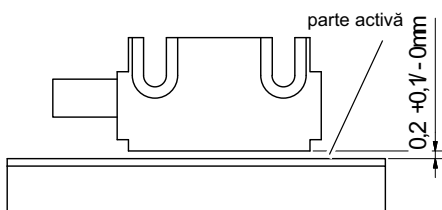
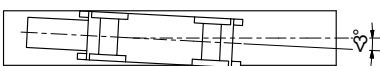

Fig. 1-6: Decalaj senzor / Bandă magnetică
Fig. 1-8: Alinierea senzorului
Respectați distanțele dintre senzor și banda magnetică, precum și toleranțele unghiulare, Acestea trebuie respectate pe toată lungimea de măsurare! (vezi de la Fig. 1-6 la Fig. 1-8:).
- Toleranța pentru decalajul dintre senzorul magnetic și banda magnetică nu este respectată pe distanța totală a cursei, senzorul atinge banda magnetică (vezi Fig. 1-6:).
- Partea activă a senzorului nu este montată spre banda magnetică (vezi Fig. 1-6: și Fig. 1-8:).